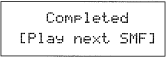

fig. 6
Be sure never to cut off the power until the display in fig. 6 has appeared.
画面にfig. 6が表示されるまで、絶対に電源を切らないこと。
- 9) Once all files have been loaded, the display in fig. 6 appears. Turn the power off and then on again to set Test Mode. While in Test Mode adjust the bender and ribbon sensor and make the factory presets. Reload the user data from the backup copy.
- 9) すべてのファイル転送が終了した時、画面にはfig. 6が表示されている。